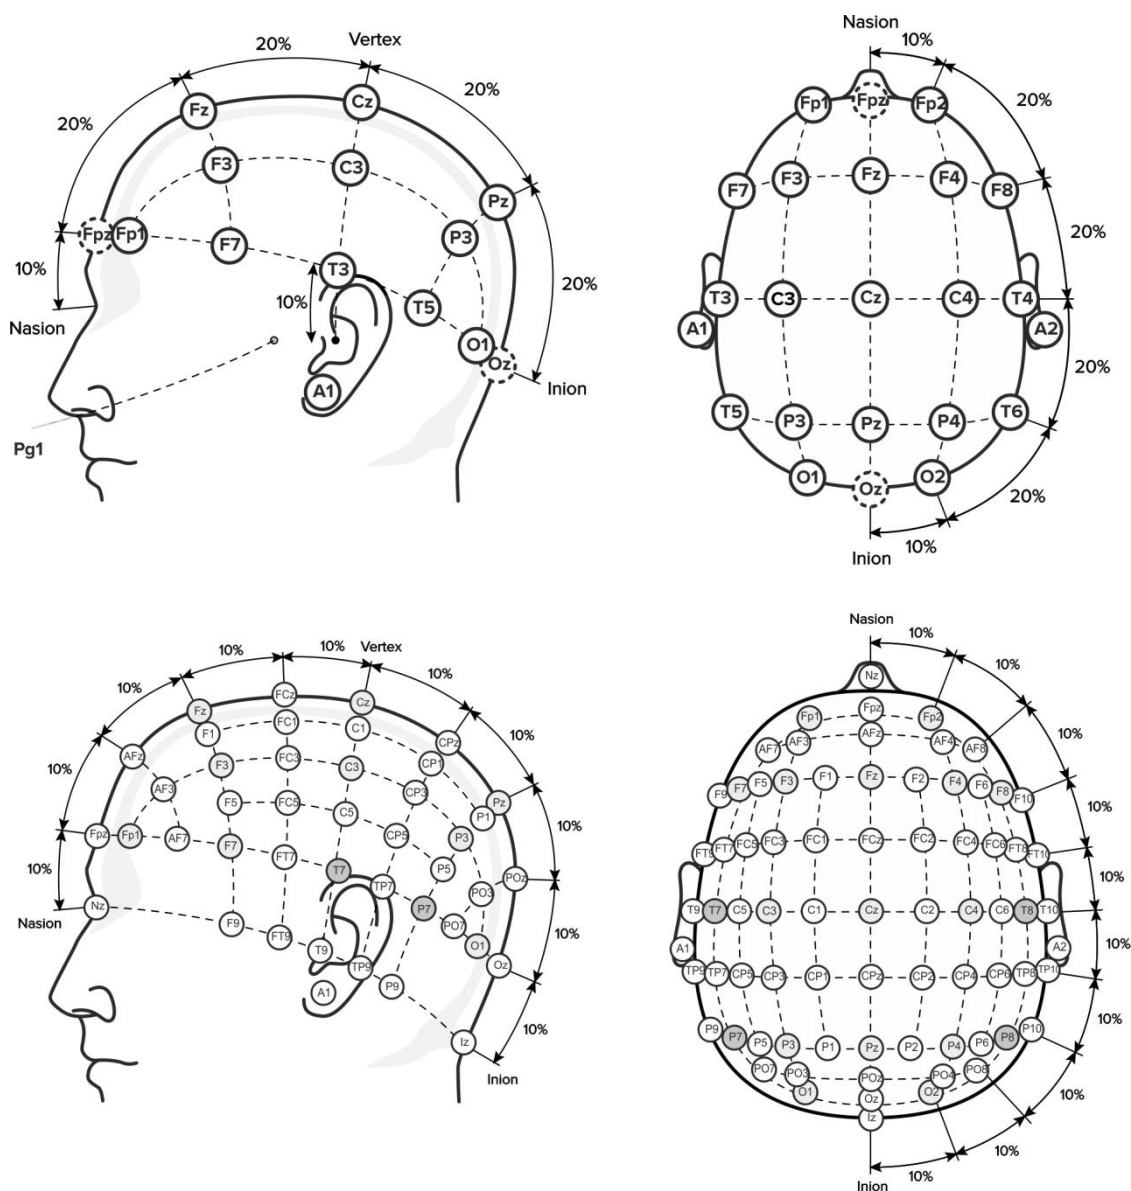

Рис. 22. Международные системы установки электродов «10–20 %» и «10–10 %»
- Обезжирьте кожу пациента в местах установки ЭЭГ-электродов с помощью спиртовой салфетки. Для позиционирования электродов используйте необходимую схему. Наиболее часто применяют международную систему установки электродов «10–20 %» (Jasper H., 1957) или ее модификацию «10–10 %» (рис. 22). Для точного измерения расстояний воспользуйтесь сантиметровой лентой.